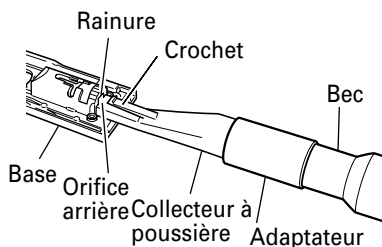

Fig. 23
- (6) Insérer le collecteur à poussière dans l'orifice arrière de la base jusqu'à ce que le crochet s'enclenche dans la rainure. (Fig. 23)
- (7) Appuyer sur le crochet pour retirer le collecteur à poussière.